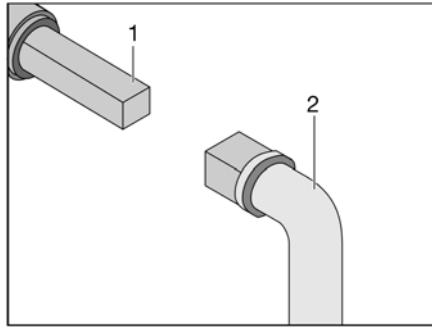

Bild 261 Bedienung Abwasserhahn
- Schlüssel (Bild 261,2) auf Vierkant (Bild 261,1) stecken.